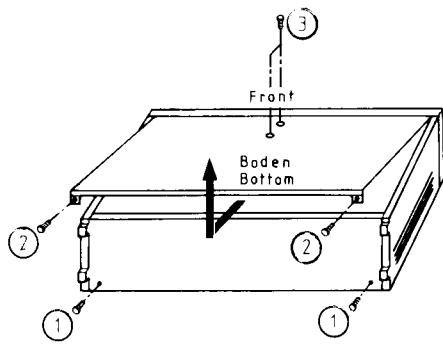

Fig.1
- Die zwei Schrauben ① (Fig.1) herausdrehen.
- Die zwei Schrauben ② und ③ (Fig.1) herausdrehen.
- Unscrew the two screws ① (Fig.1).
- Unscrew the two screws ② and ③ (Fig.1).